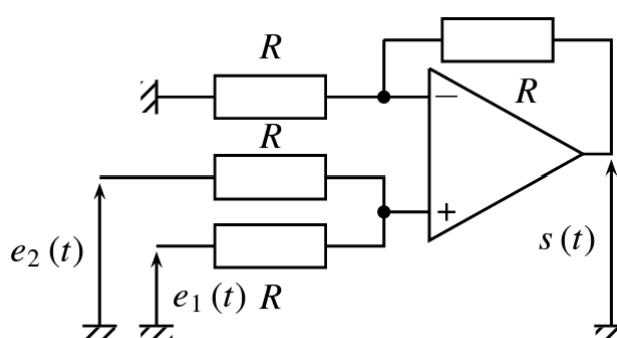

FIGURE 1 – Schéma du sommateur de tensions.
1.1. Dans le montage de la figure 1, trouver l'expression de s en fonction de e_1 et e_2 .